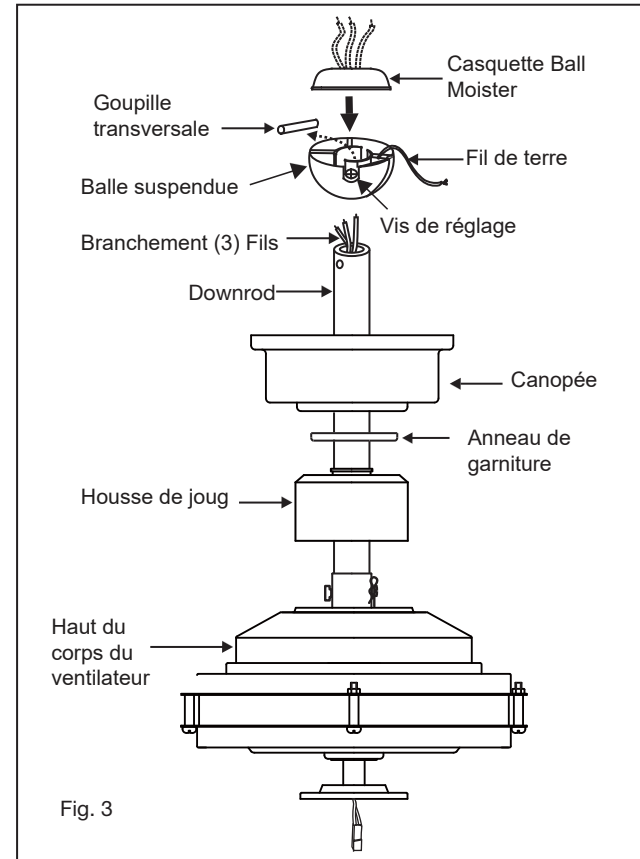

Fig. 3
- 6 Glissez le couvercle de l'étrier, l'anneau de garniture et la verrière sur la tige de suspension. (Fig.3)
- 8 Faites passer les fils à travers les trous du capuchon d'humidité de la bille en caoutchouc et faites glisser le capuchon vers le bas sur le dessus de la bille. (Fig.3)
- 1 Retirez la plaque murale existante et l'ancien interrupteur de la boîte de prise murale. (Fig. 3)